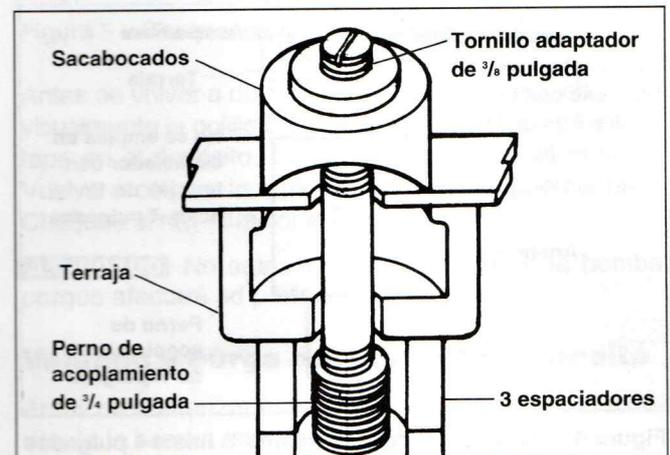

Figura 3 – Perforación de agujeros de 1/2 pulgada
5. Coloque la terraja de 1/2 pulgada sobre el perno de acoplamiento de 3/8 pulgada, pase el extremo del perno por el agujero piloto recién perforado y rosque el sacabocados al extremo del perno, de tal manera que las puntas apenas toquen el material (Figura 3). Haga funcionar la bomba como se describe a continuación.